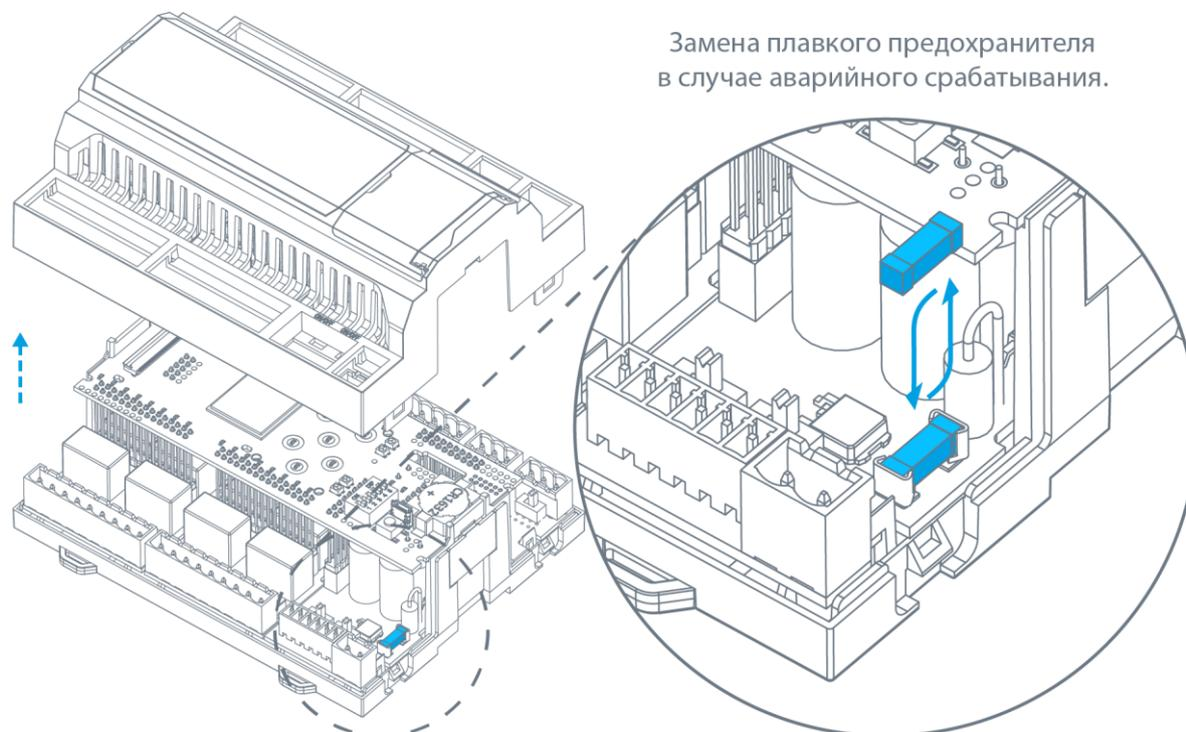

Рис. 67 – Замена предохранителя
- извлеките предохранитель из держателя и установите новый предохранитель как показано на Рис. 67;